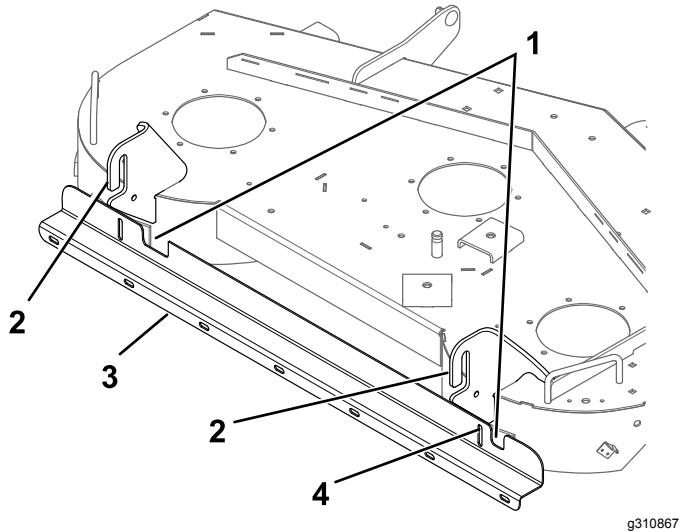

Figura 3
- Utilizzando la staffa come modello, marcate e praticare un foro nel pattino destro utilizzando una punta per trapano da 9/32" (Figura 3).